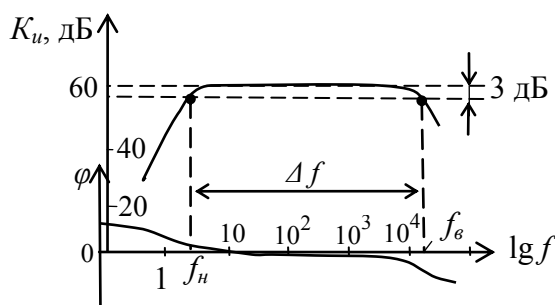

Рис. 3
3. Для рассчитанного по постоянному и переменному току в пп.1-2 каскада ОЭ, рассчитать емкости разделительных конденсаторов  $C_{p1}$ ,  $C_{p2}$  и эмиттерного конденсатора  $C_E$  по с учетом низкочастотных (НЧ) искажений. Коэффициент НЧ искажений  $M_n=1.4$ , нижняя частота полосы пропускания  $f_n=15\text{Гц}$  (рис. 3)